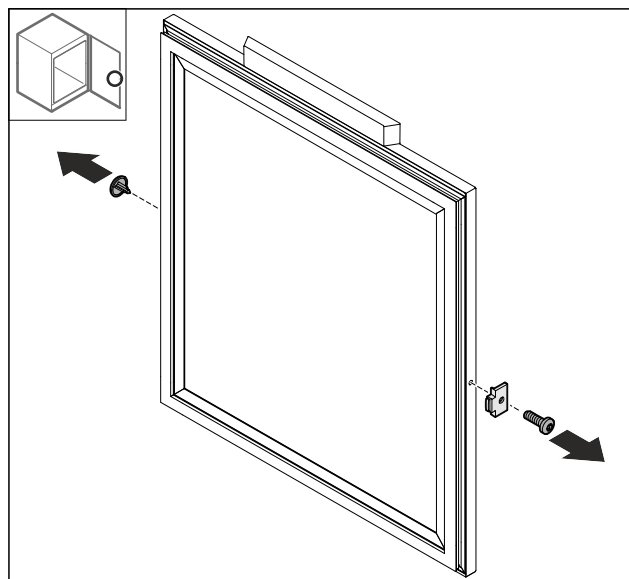

Fig. 17
- Odstranite pokrov Fig. 17 (1).
- Demontirajte nastavek za vrata Fig. 17 (2).